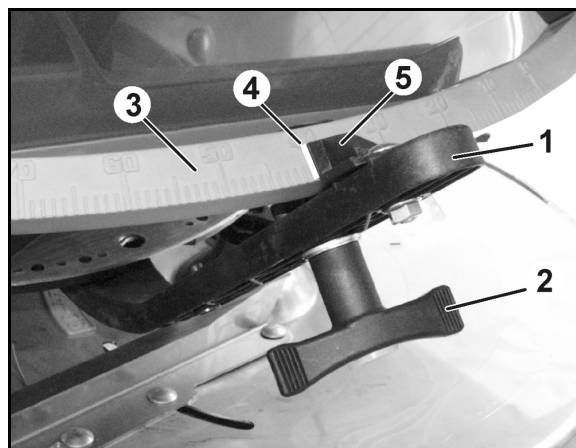

Рис. 60
2. Ослабте гайку з лапками (Fig. 60/2).
3. Знайдіть потрібне положення заслінки за шкалою (Fig. 60/3).
4. Вказівник (Fig. 60/4) стрілки регулювального важеля (Fig. 60/5) встановіть на значення шкали.
5. Знов затягніть гайку з лапками (Fig. 60/2).